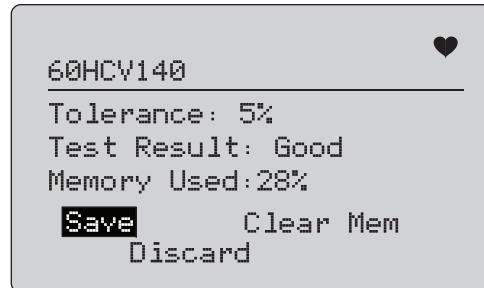

Рисунок 59. Результаты проверок
7. Нажмите , чтобы начать проверку. См. Рисунок 59.